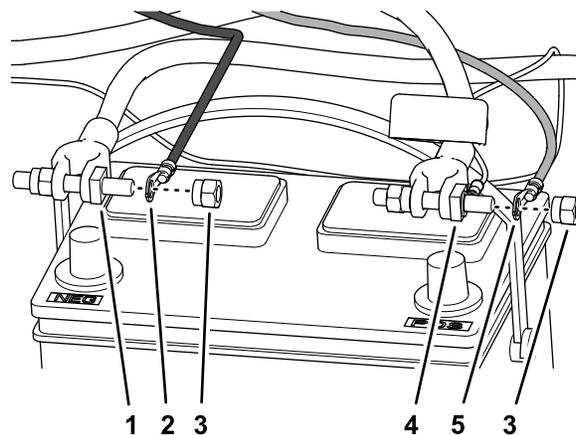

Figura 6
3. Montate il terminale ad anello del cablaggio preassemblato di alimentazione per il cavo indicato come BATTERIA (+) sul bullone di fissaggio della batteria per il cavo positivo della batteria con un dado di fissaggio della batteria (Figura 6).
2. Montate il terminale ad anello del cablaggio preassemblato di alimentazione per il cavo indicato come BATTERIA (-) sul bullone di fissaggio della batteria per il cavo negativo della batteria con un dado di fissaggio della batteria (Figura 6).